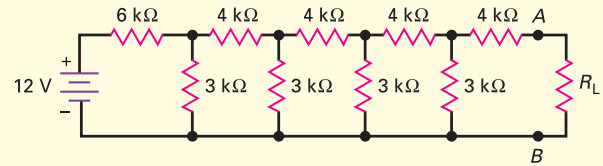

Figure 1.22
- 1.34** Calculez (figure 1.22) le courant de sortie pour chacune des résistances de charge : 0,1 k Ω ; 2 k Ω ; 3 k Ω ; 4 k Ω ; 5 k Ω ; 6 k Ω .